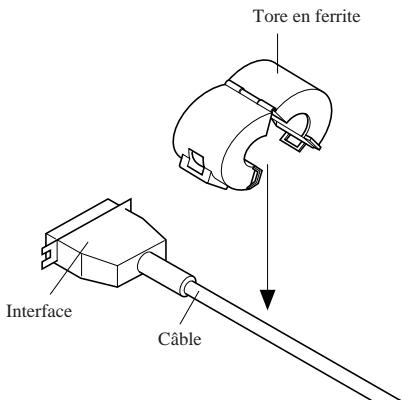

Fig. 3-2
- Les tores de ferrite sont livrés ouverts comme illustré en Fig. 3-2. Si un tore de ferrite n'est pas ouvert, utiliser un objet pointu pour forcer le verrouillage en plastique du tore de ferrite (Fig. 3-1). Ce faisant, prendre soin de ne pas endommager le tore en ferrite ni le verrouillage plastique.
- Serrer le tore de ferrite au câble d'interface de la manière indiquée à la Fig. 3-2. Prendre les précautions d'usage pour éviter d'endommager le câble d'interface lors de l'installation du tore de ferrite. Il faut bien immobiliser le tore de ferrite au moyen de l'attache fournie, comme indiqué à la Fig. 3-3 et à la Fig. 3-4.